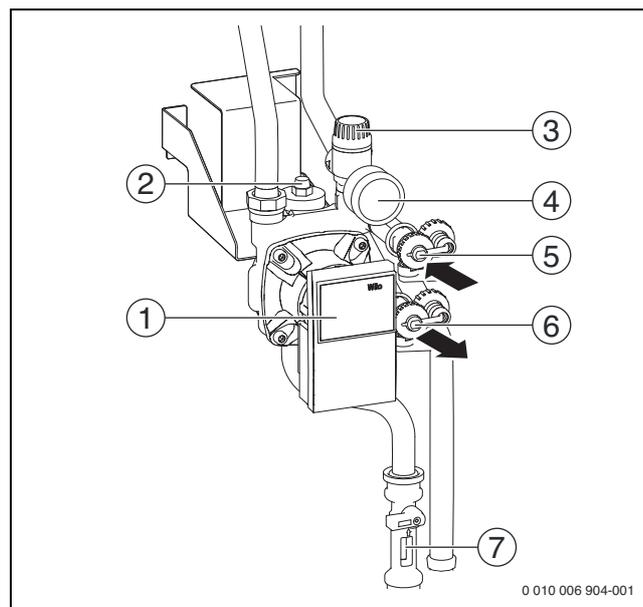

Bild 236 Übersicht Solargruppe
Befülleinrichtung an den Füll- und Entleerhähnen der Solarpumpe (→ Bild 236) anschließen:
- ▶ Füll- und Entleerhähnen (→ Bild 236, [5] und [6]) öffnen.
- ▶ Während des Spülens den Füll- und Entleerhahn an der Saugseite (→ Bild 236, [6]) mehrmals kurzzeitig drosseln und anschließend schnell komplett öffnen. Dadurch können sich gestaute Luftblasen in der Rohrleitung lösen.
- ▶ Während der Schaltvorgänge den Zeiger des Manometers (→ Bild 236, Seite 121) an der Solargruppe kontrollieren.
Wenn der schwarze Zeiger des Manometers (→ Bild 236) beim Ein- und Ausschalten der Solarpumpe Druckschwankungen anzeigt, muss die Solaranlage weiter entlüftet werden.